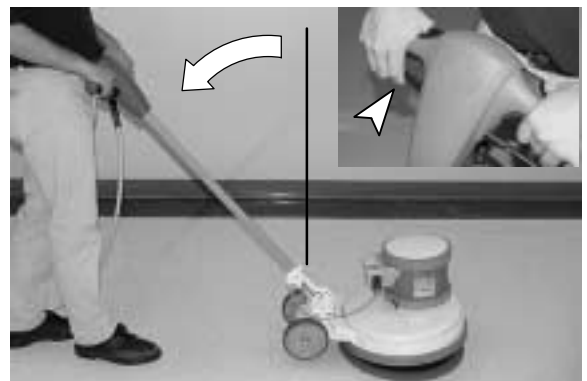

ABB. 10
3. Senken Sie den Bedienungsgriff auf die gewünschte Bedienungshöhe ab, indem Sie den Hebel zur Höheneinstellung des Bedienungsgriffes herausziehen. Lassen Sie den Hebel zur Arretierung des Bedienungsgriffes wieder los (Abbildung 10).